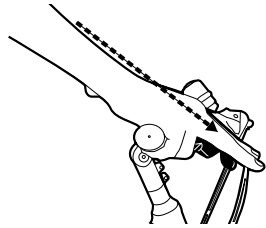

Abb. 10. An Unterarmen ausgerichteter Bremshebel
1. Für eine gute Hebelposition lösen Sie die Schraube(n) der Bremshebelbefestigung. Stellen Sie dann die Position des Bremshebels so ein, dass er eine Linie mit Ihren Unterarmen bildet, wenn Sie in Fahrposition auf dem Sattel sitzen (siehe Abb. 10).